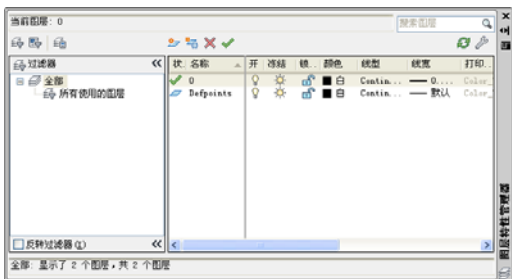

图 4-48 【图层特性管理器】对话框
- 选择菜单【格式】|【图层】命令，打开如图 4-48 所示的【图层特性管理器】对话框。